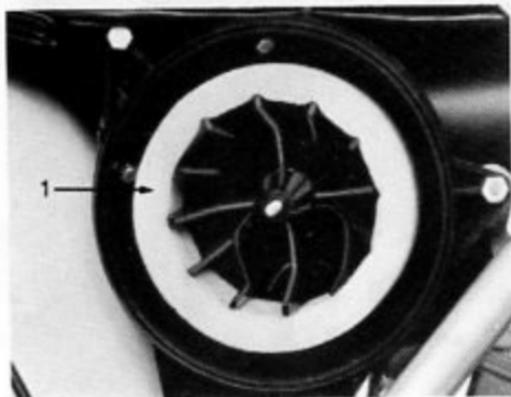

Fig. 30 - Filtro 1) Filtro
- Rimuovere il filtro (Fig. 30) immergendolo in benzina e soffiarlo con aria compressa.